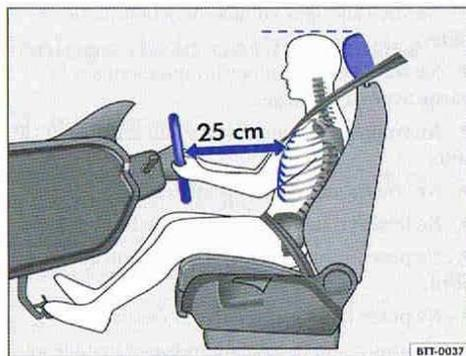
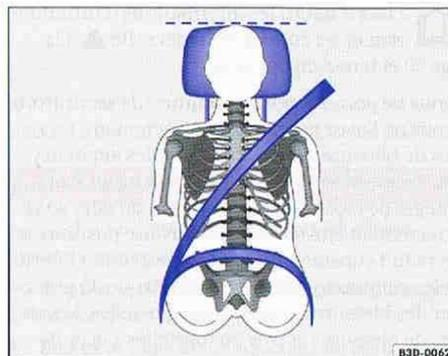

Fig. 23 La distance correcte du conducteur par rapport au volant doit être de 25 cm au minimum.
Fig. 24 Ajustement correct de la ceinture et réglage correct de l'appuie-tête.
- Réglez l'appuie-tête de manière à ce que son bord supérieur soit, si possible, sur la même ligne que la partie supérieure de la tête, mais pas plus bas que les yeux. Positionnez toujours l'occiput le plus près possible de l'appuie-tête \Rightarrow fig. 23 et \Rightarrow fig. 24.
- Réglez le volant de sorte que la distance entre celui-ci et votre sternum soit de 25 cm au minimum \Rightarrow fig. 23.